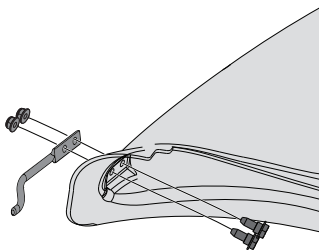

Figura 16
- Desde el interior, pase dos tornillos de cabeza hexagonal (738-1225) del paquete de herrajes de la bota bagger (689-02199) a través de los orificios en la parte inferior delantera del maletero. Vea la Figura 16.
- Ponga la barra de montaje en lugar sobre los tornillos de pivote con la punta de la barra (747-06309) que mira hacia afuera del bota. Vea la Figura 16.
- Empezó a taladrar las tuercas de seguridad con brida en los tornillos de pivote (712-04064) Vea la Figura 16.